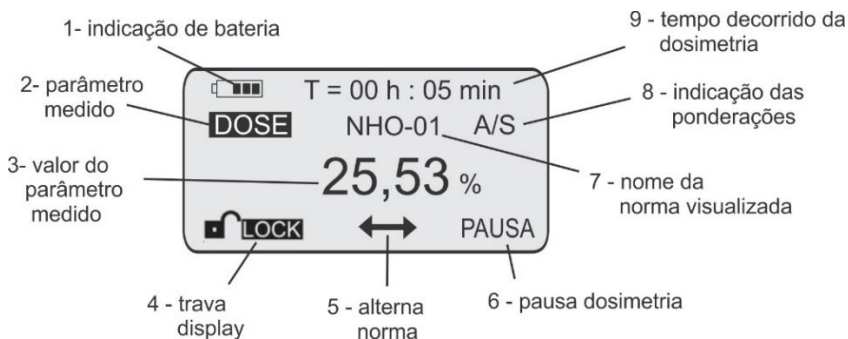
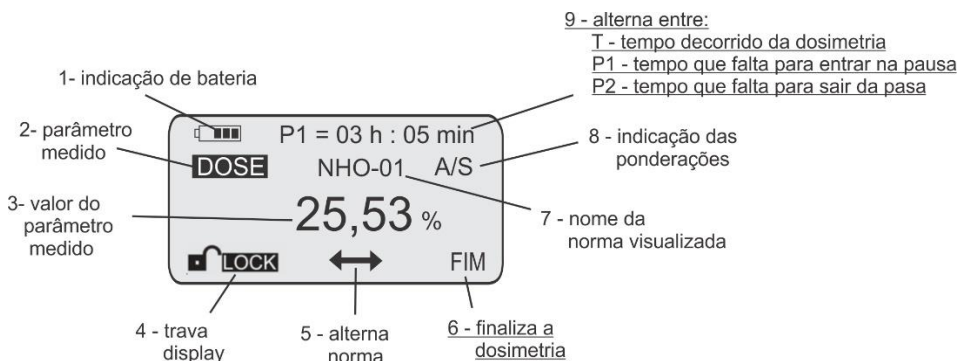

Figura 30 - Tela do equipamento durante uma dosimetria – pausa manual
Figura 31 - Tela do equipamento durante uma dosimetria – pausa autom.
A Figura 30 mostra a tela padrão do equipamento com as indicações na tela.
A Figura 31 mostra a tela padrão do equipamento com as indicações na tela. O que muda são as indicações dos parâmetros 6 e 9, conforme destacados.
Para alterar a norma a ser visualizada no display, primeiramente utilize as teclas ← e → e selecione o item 5 da Figura 30 ou Figura 31. Após isso, aperte a tecla OK. Isso fará com que o equipamento alterne a norma mostrada na tela (item 7) e seu respectivo parâmetro (itens 2 e 3).
Se o equipamento estiver configurado para pausa manual, o item número 9 mostrará o tempo decorrido da dosimetria, desde o início até o momento. O parâmetro 6 indicará a opção “PAUSA” que poderá ser executada a qualquer momento (Figura 30).
No entanto, se o equipamento estiver configurado para pausa automática, ele não deixa fazer a passa manualmente. Dessa forma, o parâmetro número 6 apresenta somente a opção de finalizar a dosimetria “FIM” (Figura 31). Já o parâmetro número 9 ficará alternando a cada 4 segundos entre algumas informações, da seguinte forma: